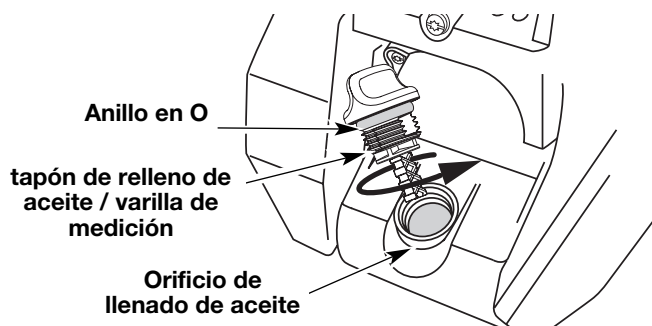

Fig. 24
6. Si el nivel está bajo, agregue una pequeña cantidad de aceite en el orificio de llenado de aceite y vuelva a medir (Fig. 24). Repita hasta que el nivel de aceite llegue hasta la parte superior de la varilla de medición.
NOTA: Verifique que el anillo en O esté en su lugar en el tapón de relleno de aceite / varilla de medición cuando mida y cambie el aceite (Fig. 24).